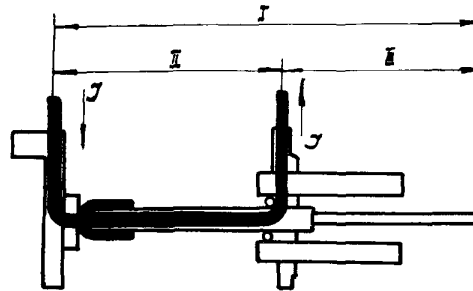

Рис.6. Схема замера сопротивления токоведущего контура полюса:
06.2. Осмотреть розеточный контакт. При осмотре обратить внимание на отсутствие повреждений у ламелей 2 (рис.5), прокладок 3, пружин 4, кольца 5, гибких связей 6, опорного кольца 7, болтов 8, шайб 9 и прокладок 10. Если дефектов у перечисленных выше деталей не обнаружено, металлокерамическая облицовка ламелей обгорела незначительно и переходное сопротивление участка "стержень - розеточный контакт" (рис.6) не превышает 33 Ом, то неподвижный розеточный контакт разбирать не рекомендуется. Необходимо лишь зачистить металлокерамическую облицовку ламелей напильником и шлифовальной шкуркой, промыть контакт бензином и подтянуть болты.
06.19. Замерить переходное сопротивление участка "стержень - розеточный контакт" (см.рис.6), которое не должно превышать 33 мкОм.
07.17. Замерять переходное сопротивление на участке роликового токосъема (см. рис.6), которое не должно превышать 22 мОм.